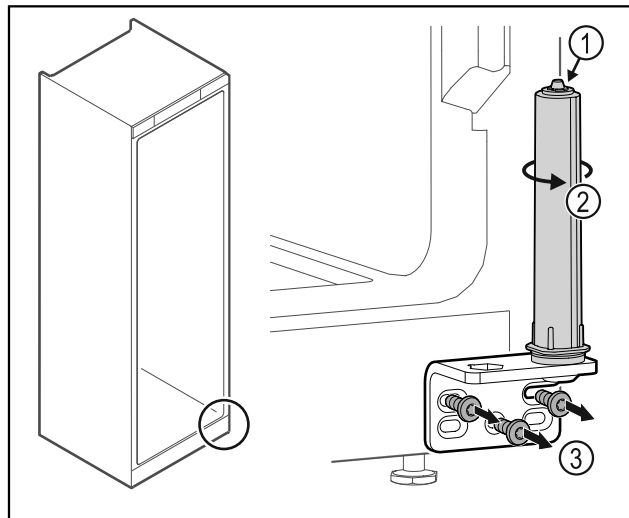

Fig. 18
- Nerozebírejte uzavírací systém dvířek Fig. 18 (1).
- Otáčejte uzavíracím systémem Fig. 18 (2), dokud nezacvakne.
- Odšroubujte úhelník závěsu Fig. 18 (3).